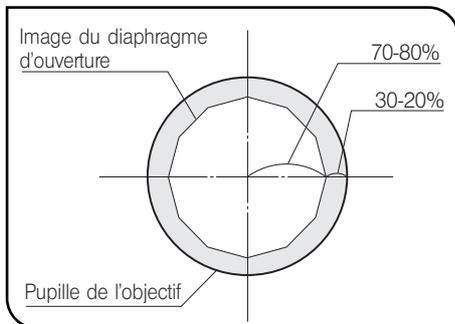
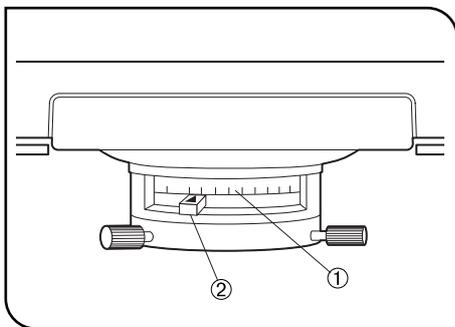

Fig. 17
Fig. 18
## 2 Diaphragme d'ouverture (Figs. 17 & 18)
- Le diaphragme d'ouverture détermine l'ouverture numérique du système d'éclairage. La correspondance de l'ouverture numérique ① du système d'éclairage avec celle de l'objectif confère une meilleure résolution et un meilleur contraste tout en augmentant la profondeur de champ.
- Le contraste des préparations microscopiques étant généralement faible, il est conseillé de régler le diaphragme d'ouverture du condenseur à 70/80 % de l'ouverture numérique de l'objectif utilisé. Si nécessaire, régler le rapport d'ouverture en enlevant les oculaires et en regardant l'image directement à travers les manchons d'oculaires tout en ajustant la commande ② du diaphragme d'ouverture jusqu'à obtenir une image semblable à celle illustrée à la Fig. 17. (Fig. 18)
- ⊙ Aligner la molette ② de commande du diaphragme d'ouverture sur la valeur ① d'ouverture numérique de l'échelle graduée. La valeur de l'ouverture numérique sur l'échelle graduée doit correspondre au numéro d'ouverture numérique gravée sur l'objectif. Étant donné que la molette de la commande du diaphragme d'ouverture a une certaine largeur, il convient d'aligner le repère central situé sur la molette avec la valeur de l'échelle graduée. Lors de l'utilisation d'un objectif 100X, positionner la molette ② de commande du diaphragme d'ouverture sur la valeur 0,9 de l'échelle graduée. (Fig. 18)